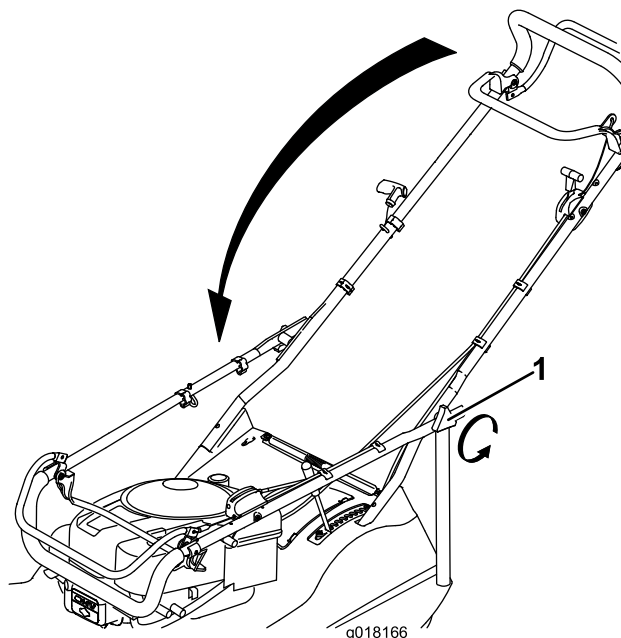

Figure 29
2. Pliez la partie supérieure du guidon en avant (Figure 29).